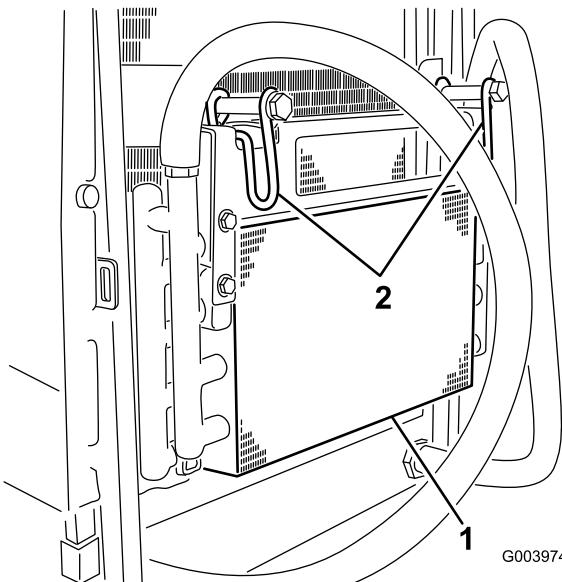

図 63
5. オイルクーラのラッチを内側に倒してオイルクーラを外す図 63